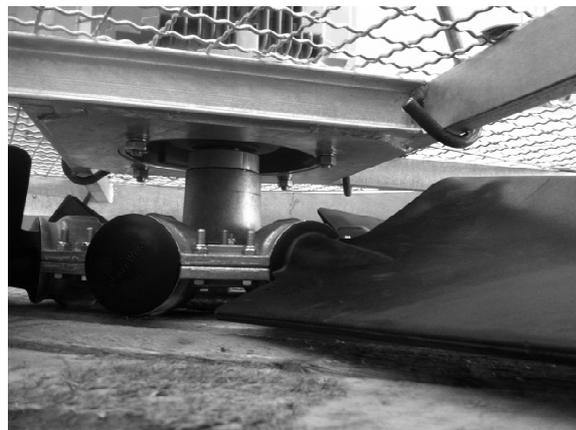

Fig. 33
- b) Checking the fan fastening: Check that the nuts of the screws fastening the fan (fig. 33) are correctly tightened; if not, tighten them.
- b) Vérifier la fixation du ventilateur: Vérifier que les écrous des vis de fixation du ventilateur se trouvent correctement serrés (fig. 33), dans les cas contraire, les serrer.
- b) Comprobar sujeción del ventilador: Comprobar que se encuentran correctamente apretadas las tuercas de los tornillos de sujeción del ventilador (fig. 33), en caso de no ser así, apretarlas.